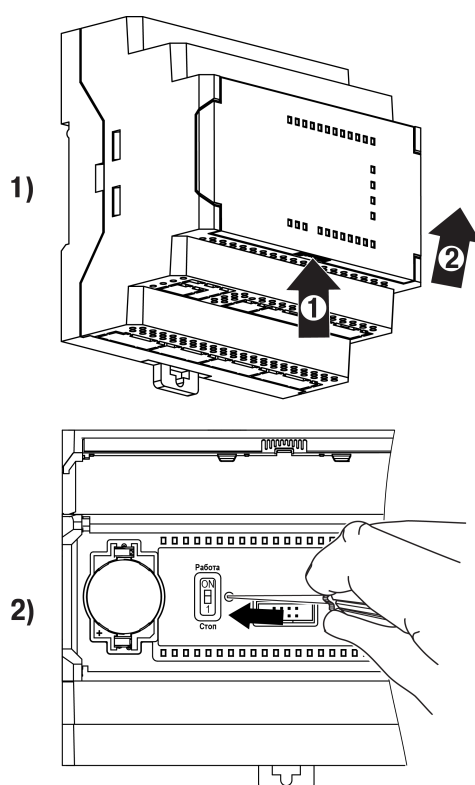

Рисунок 4.39 – Восстановление заводских настроек
2. Подцепив за рифленую зону (см. рисунок 4.39, 1, стрелка 1), открыть крышку на лицевой панели прибора (стрелка 2).
3. С помощью тонкого инструмента нажать и удерживать сервисную кнопку не менее 12 секунд (см. рисунок 4.39, 2).